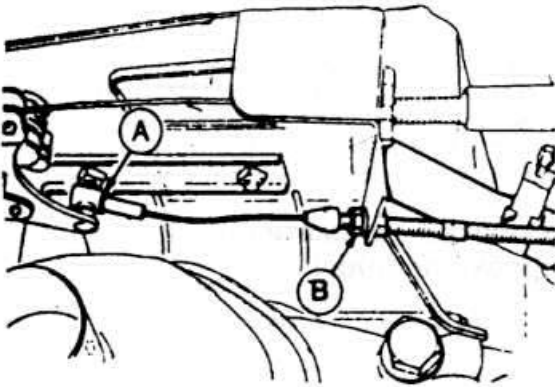

Рис. 3.38
- ♦ Выньте застёжку троса кулачка пускового устройства. Отвинтите гайку (В, рис. 3.38) и подвесьте трос.